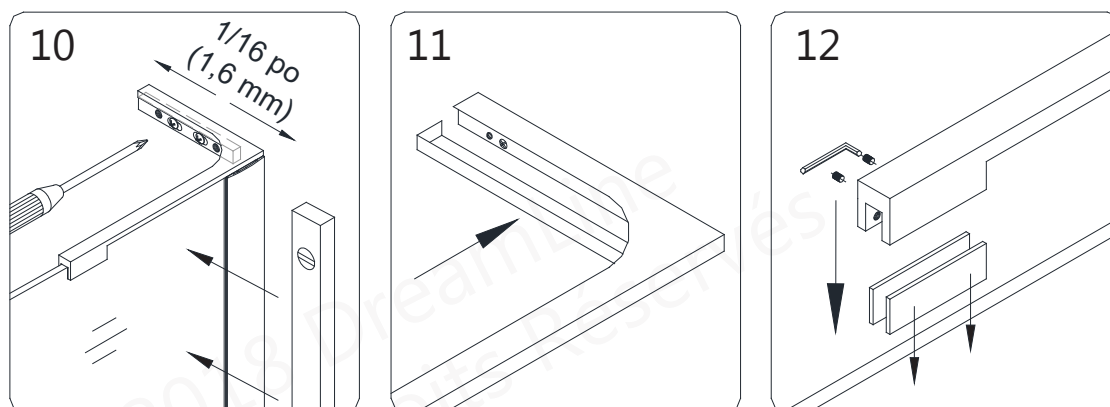

Fig 13
13. Ajustez l'aplomb du panneau vitré fixe si nécessaire et serrez les vis. Posez le **capot décoratif (N° 4.4)** sur le **L-Bar™ (N° 4.3)**. Fixez le **L-Bar™ (N° 4.3)** sur le dessus du panneau vitré à l'aide du joint statique transparent et des vis de pression à pointe de caoutchouc. **Fig. 13**